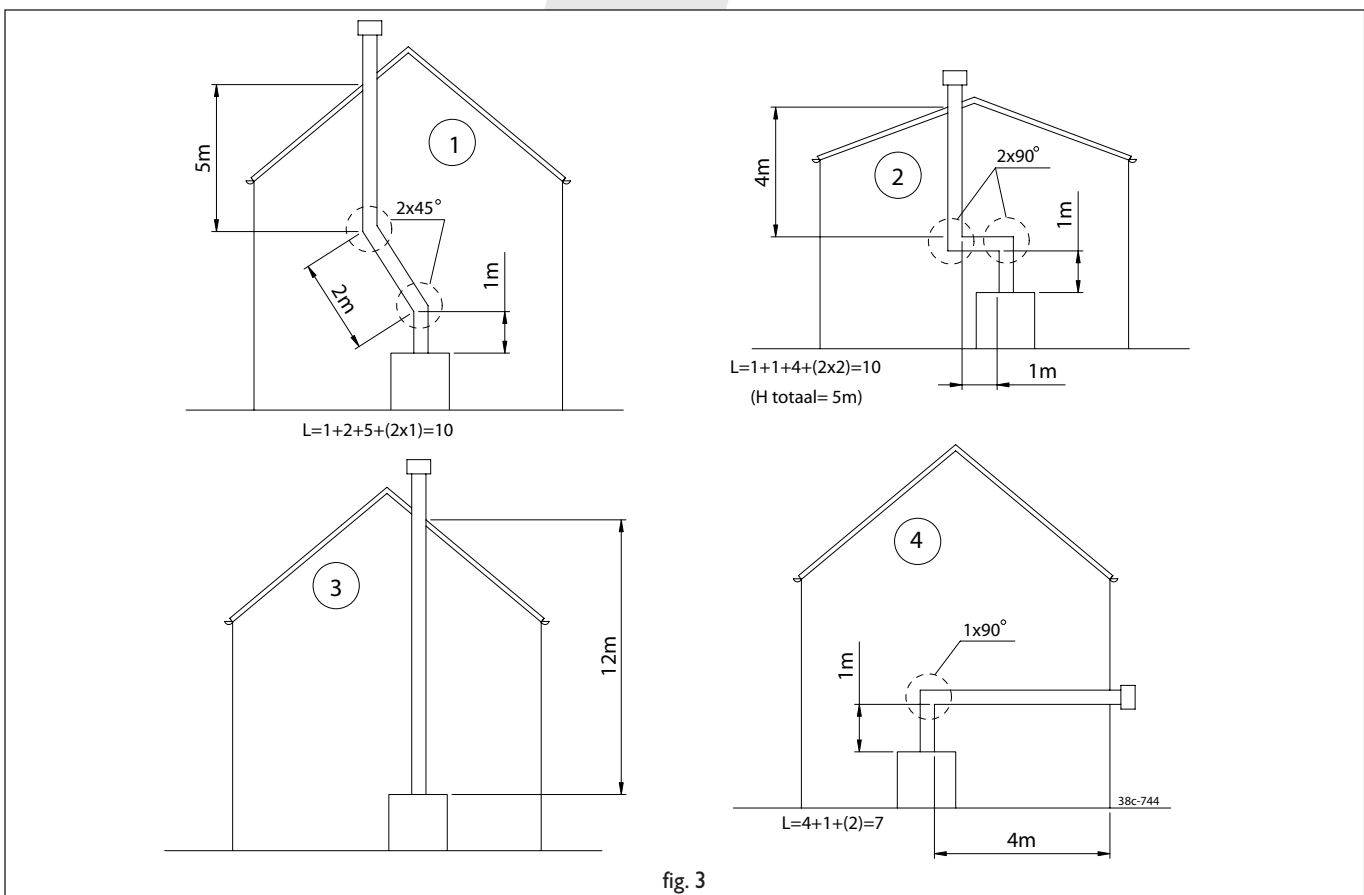

fig. 3
Aansluitmogelijkheden (fig. 3)
- de maximale pijplengte is 12 meter. Reken voor een 90° bocht 2 meter en voor een 45° bocht 1 meter. De lengte van de gevel- of dakdoorvoer hoeft niet te worden meegerekend. De maximale totale lengte is de som van de buislengte plus de vervangende lengte voor de bochten (zie de 4 voorbeelden in fig. 3).